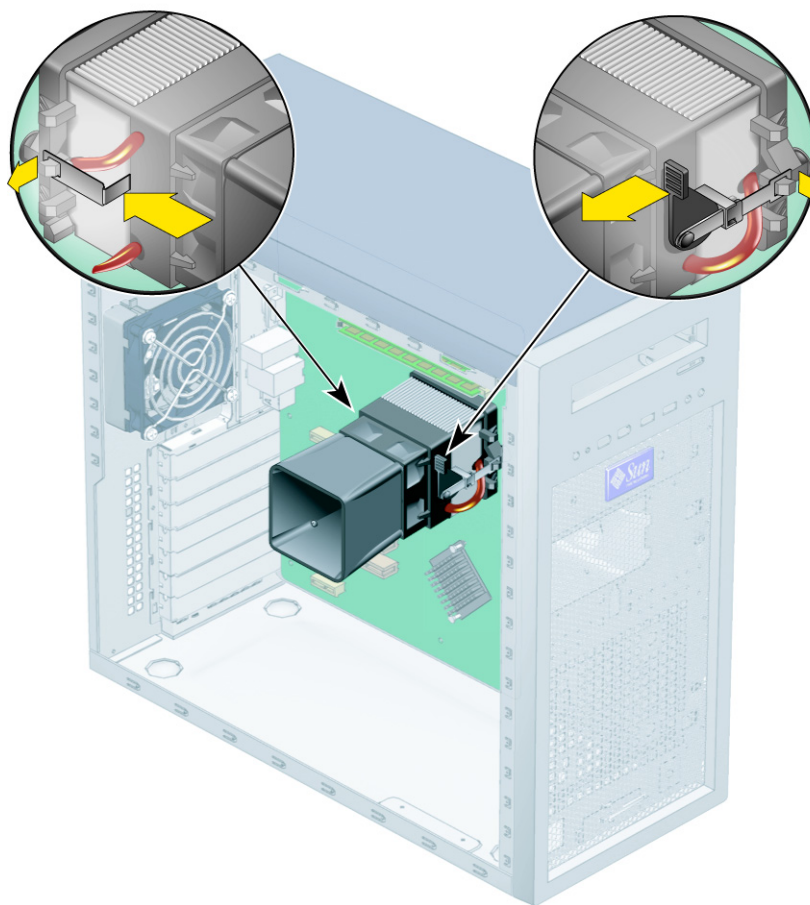

图 4-35 松开散热器 / 风扇组件锁销
5. 向上提起散热器 / 风扇组件右侧的黑色固定杆，从固定架的扣件中松脱金属锁销（参见图 4-35）。
6. 向下按压组件左侧的金属锁销，从固定架的扣件中松脱锁销（参见图 4-35）。